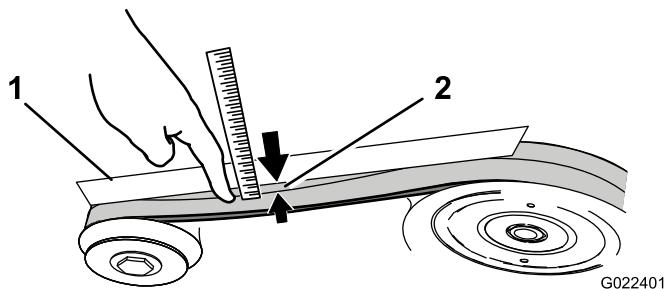

Figure 34
3. Exercez une charge de 4,5 kg (10 lb) sur un brin des courroies d' entraînement (Figure 34). Si les courroies ont une flèche de plus de 6 à 13 mm (1/4 à 1/2 po), réglez la tension comme suit :